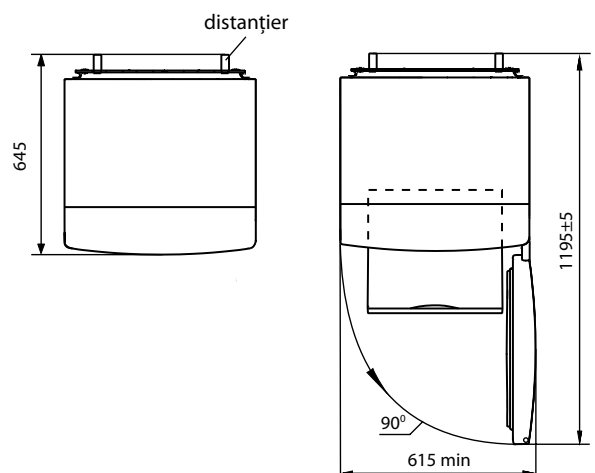

Figura 2 — Frigider (vederea de sus)
**1.6** Spațiul total necesar pentru funcționarea frigiderului se determină de dimensiunile, indicate în milimetri în figura 2. Pentru extragerea liberă a componentelor din frigider este necesar de deschis ușa la unghiul nu mai mic de 90°.